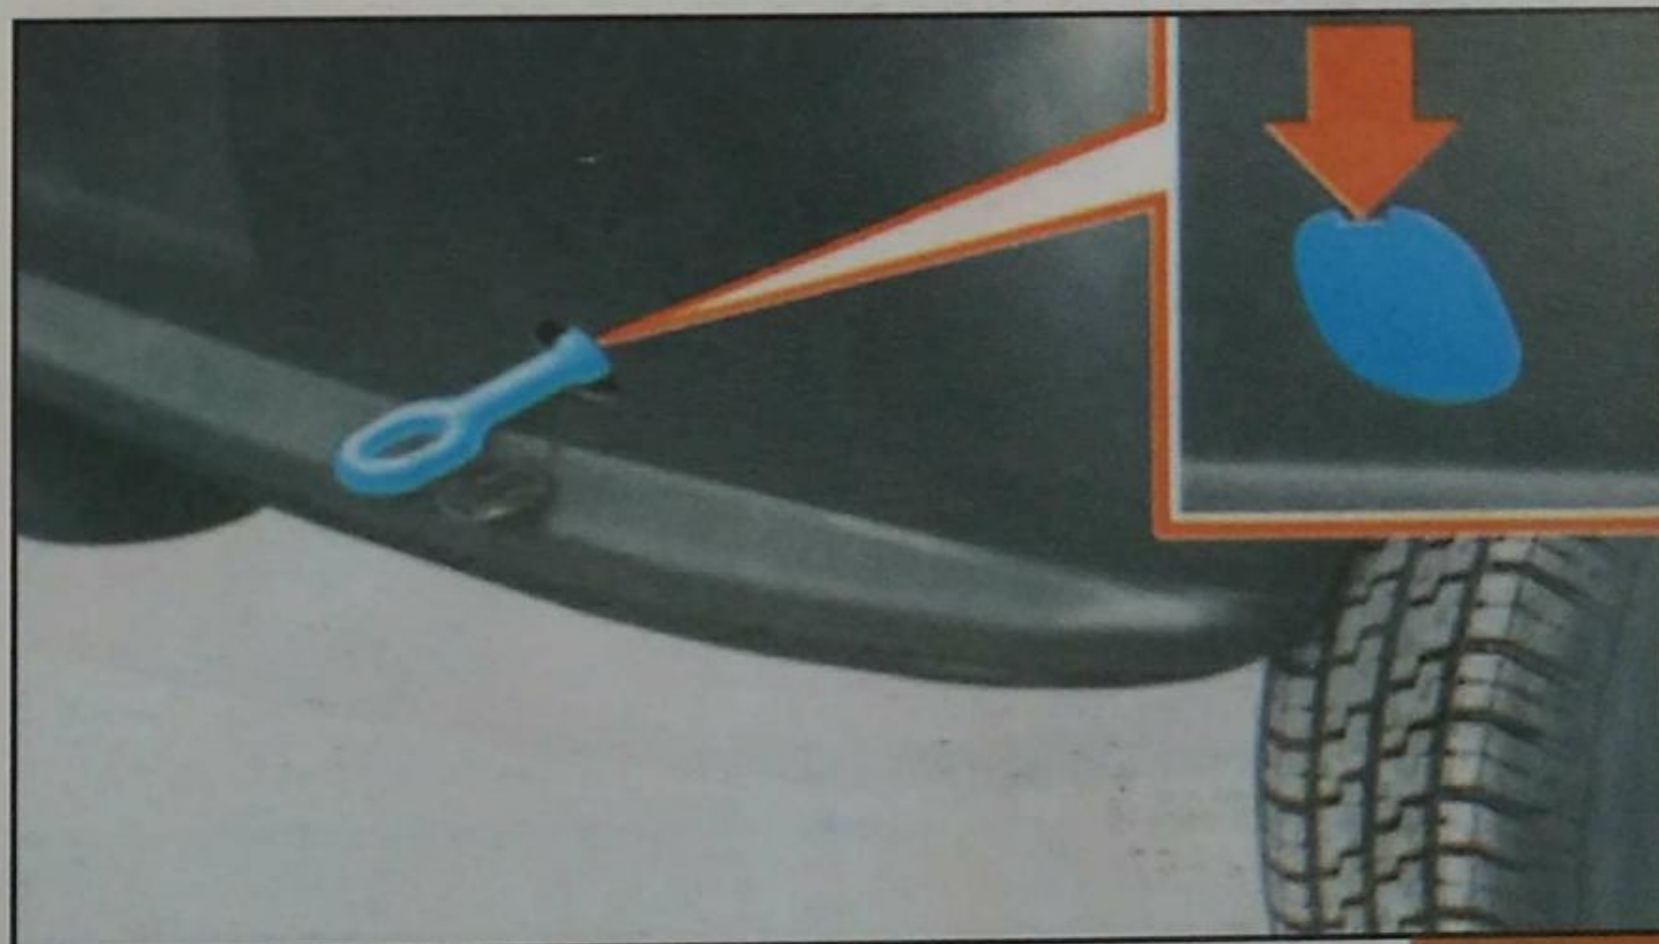
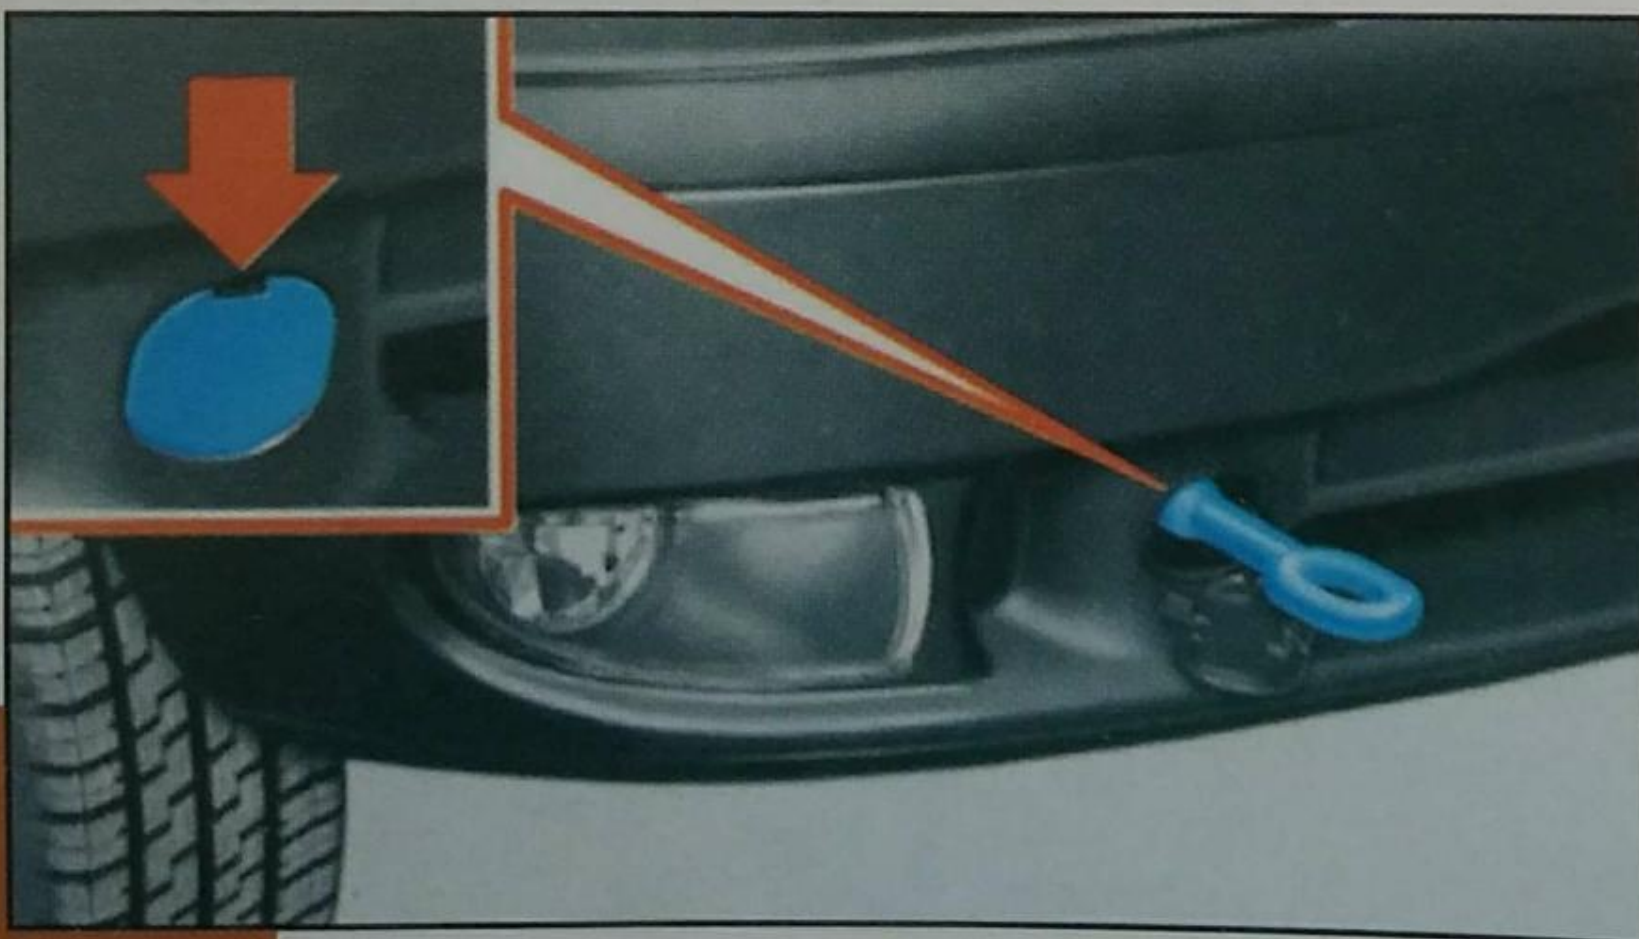

Fig. 37
Fig. 38
2) Remover la tapa situada en el parachoque trasero **fig. 37** o delantero **fig. 38**, haciendo presión con un destornillador en el punto indicado por la flecha.
3) Roscar a fondo el gancho en el alojamiento de rosca trasero **fig. 37** o delantero **fig. 38**.